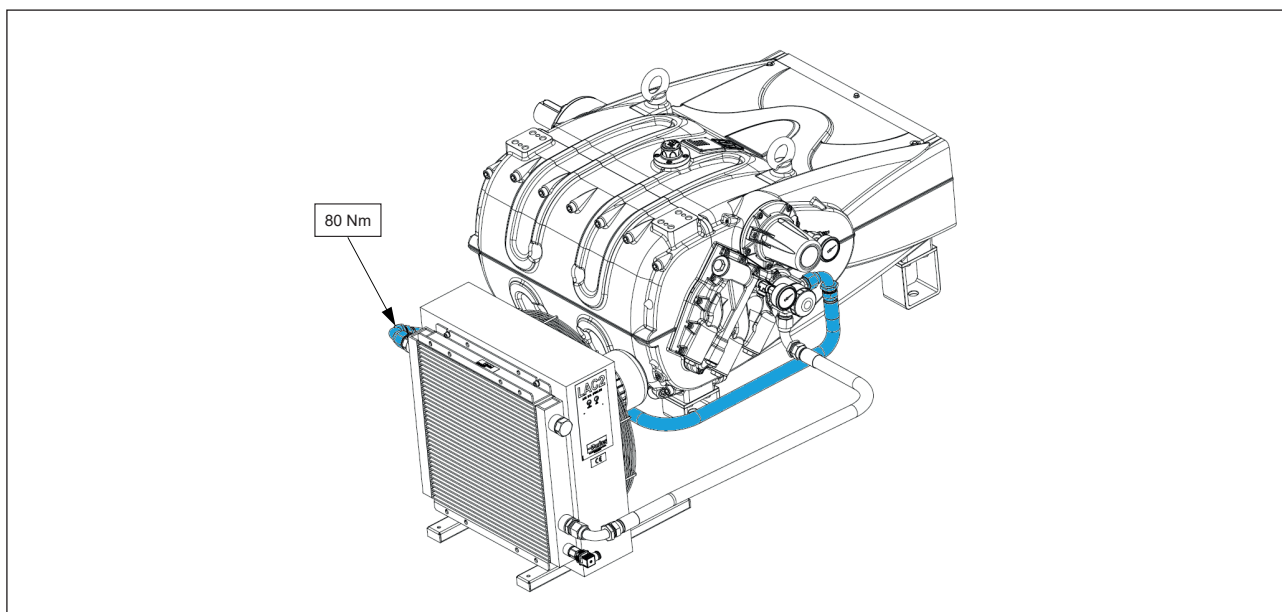

Fig. 16
3. Collegare quindi il secondo tubo mediante la curva a 90° al raccordo posizionato in uscita dello scambiatore, situato sul lato opposto in alto dello stesso (vedi Fig. 16). Serrare a coppia di 80 Nm.